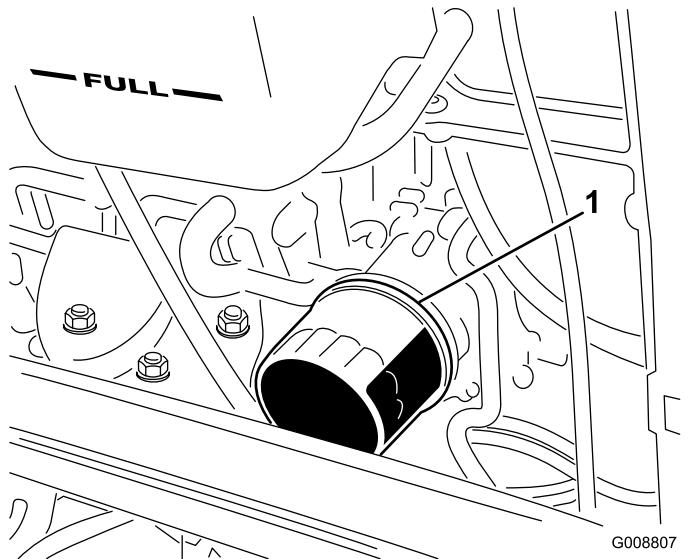

Bild 92
- 4. Entfernen Sie den Ölfilter (Bild 92).